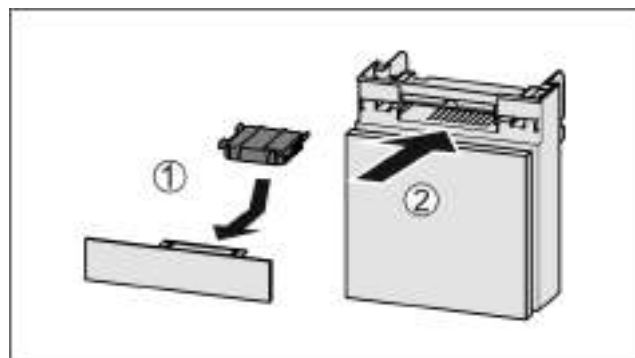

Fig. 210
- ▶ Установите фильтр с активированным углем, как показано на рисунке Fig. 210 (1).
- ▶ Фильтр с активированным углем ощутимо фиксируется. Если фильтр с активированным углем показывает вниз: Вставьте отделение Fig. 210 (2).